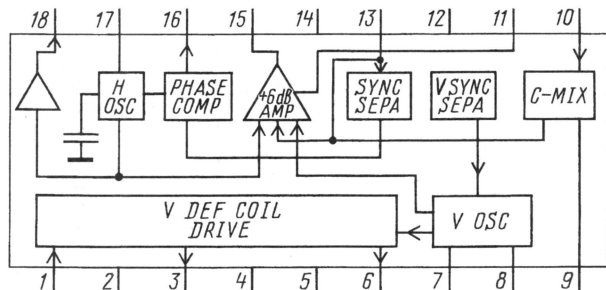

Рис. 5
В большом числе моделей ВК фирмы MATSUSHITA и других в видеоискателях применена микросхема AN2516S. Принципиальная схема видеоискателя ВК PANASONIC — NV-RX6 изображена на рис. 4, а структура микросхемы AN2516S показана на рис. 5. В отличие от видеоискателей на AN2515S микросхеме AN2516S не требуются внешние строчные (HD) и кадровые (VD) синхросигналы. Необходимые для узлов строчной и кадровой разверток импульсы формируются из сигнала яркости (цепь EVF.Y), поданного через эмиттерный повторитель на транзисторе Q801 на вывод 13 микросхемы. Кроме видеоусилителя (+6 dB AMP) внутри микросхемы, в устройстве есть внешний видеоусилитель на транзисторах Q803, Q804, с выхода которого видеосигнал приходит на модулятор ЭЛТ.